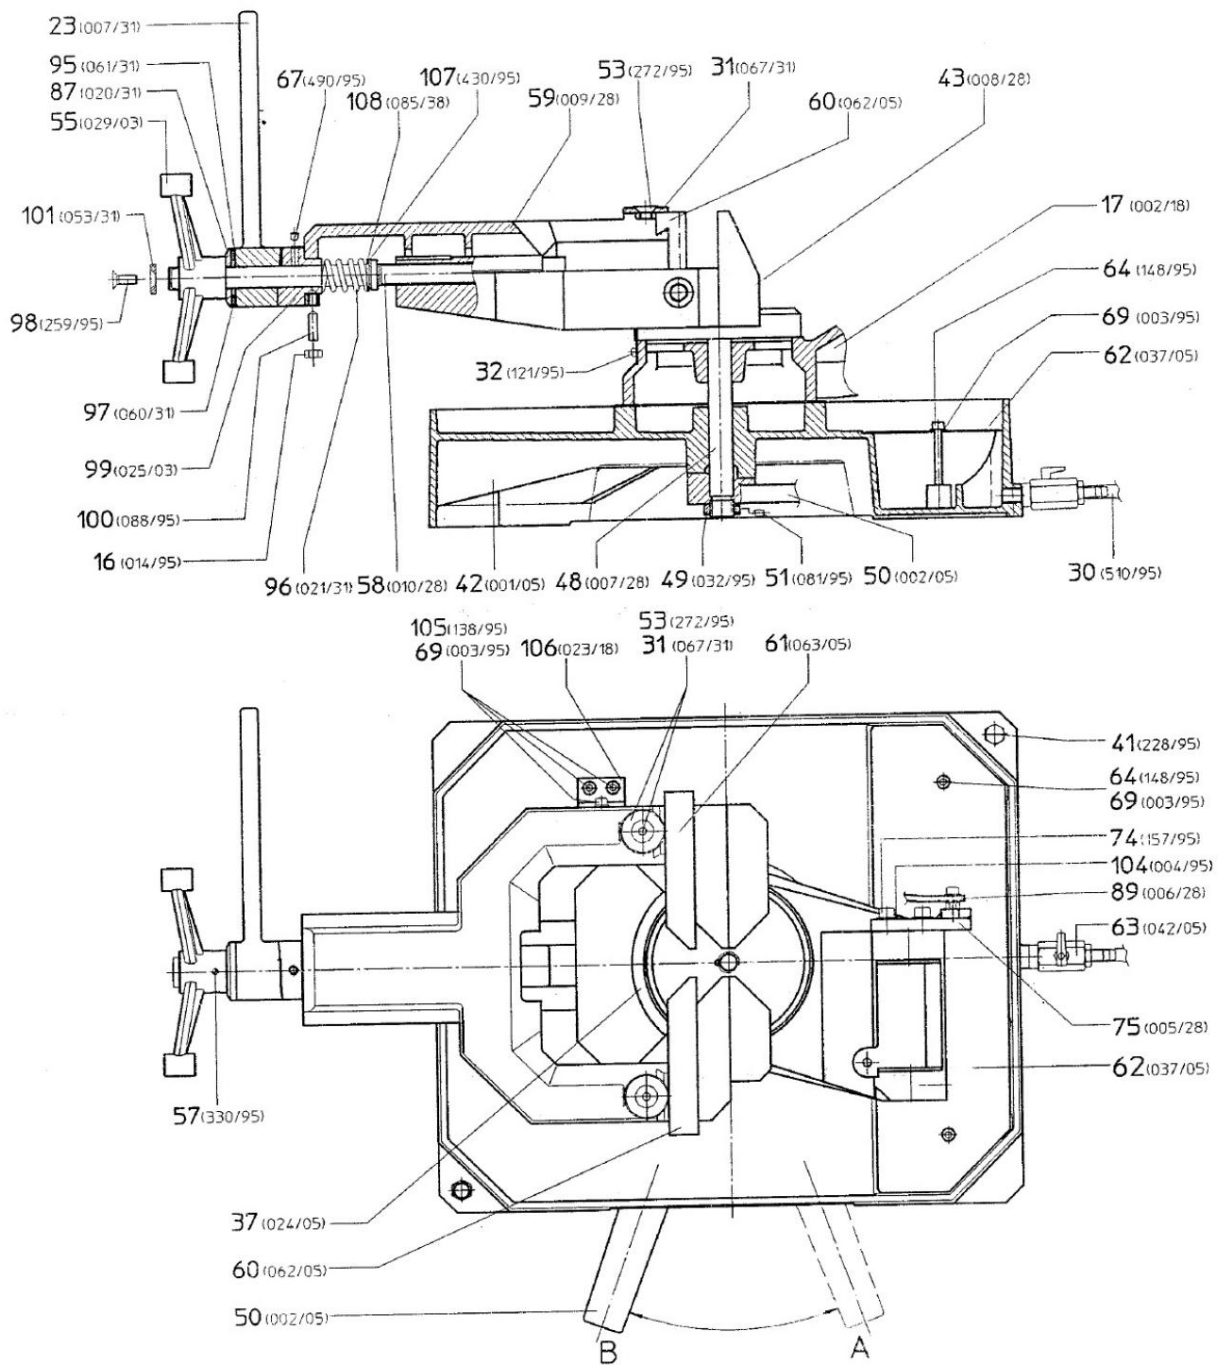

Fig. 17: Plano de repuestos 4 - MKS 250 N / MKS 255 N
Paso 1: La mordaza de sujeción [Fig. 17, 60] dismantelar, el tornillo de banco [Fig. 17, 59] se puede retirar completamente girando el volante [Fig. 17, 55] vueltas.
Paso 2: Las guías del tornillo de banco [Fig. 17, 43 y 59] y añadir una gota de aceite en el punto de lubricación [Fig. 17, 67] detrás del volante.